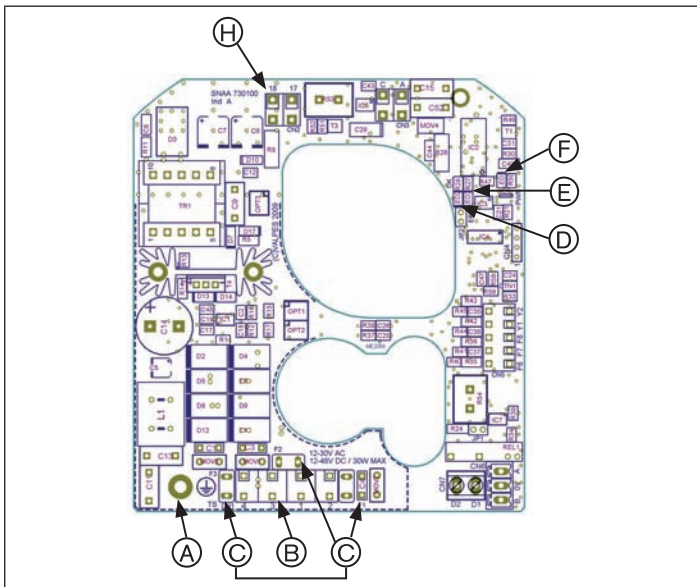
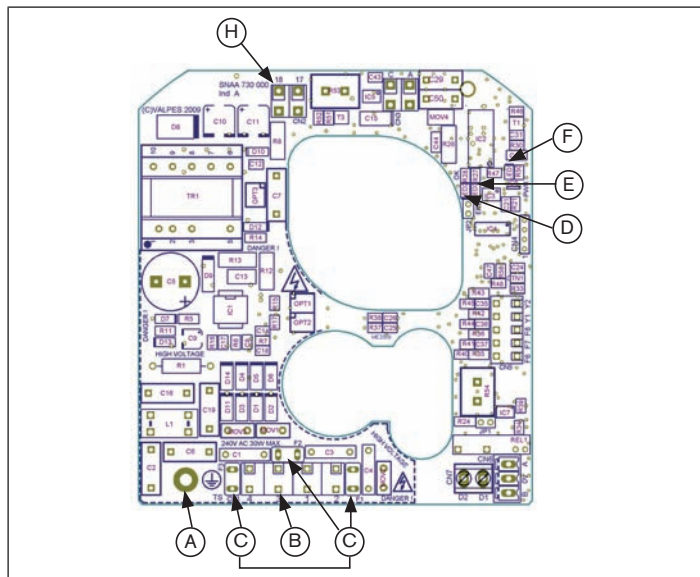
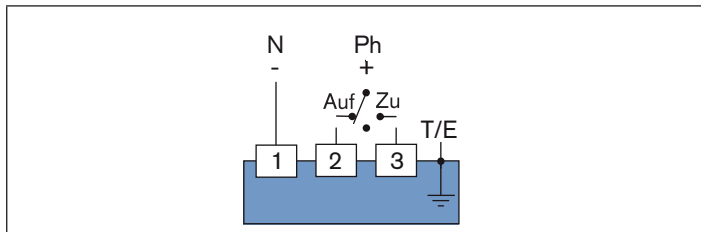
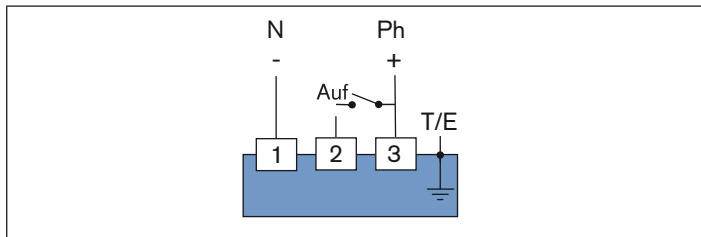

Bild 12: Stromversorgungsplatine 15-30 V 50/60 Hz (12-48 V DC)
Bild 13: Stromversorgungsplatine 100-240 V 50/60 Hz (100-350 V DC)
Bild 14: Drei Punkt Modus
Bild 15: Auf / Zu - Modus / Notstromvariante (in der Bedienungsanleitung berücksichtigen)
→ Hierzu die Erdungsschraube lösen und Öse des Erdungskabels mit der Erdungsschraube befestigen (siehe „Bild 12“ und „Bild 13“).
- Kabel entsprechend der gewünschten Steuerungsart („Bild 14“ und „Bild 15“) an der Klemmleiste Pos. B der Stromversorgungsplatine („Bild 12“ und „Bild 13“) anschließen.
Funktionsweise beim Auf / Zu - Modus („Bild 15“)